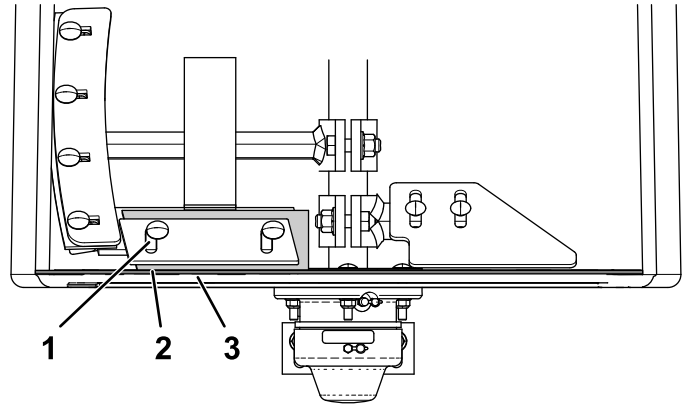

Figure 75
4. Desserrez les boulons de carrosserie et les contre-écrous à embase qui fixent la lame et le racloir à la pale fixe (Figure 75).